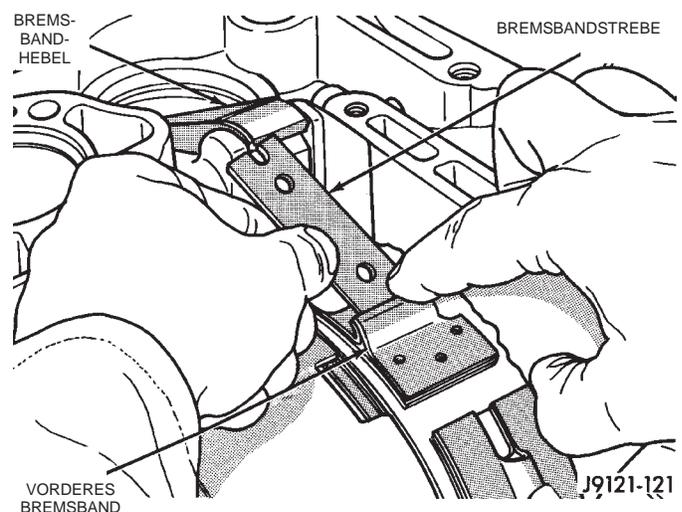

Abb. 74 Strebe/vorderes Bremsband
(17) Vorderes Bremsband zusammendrücken und Bremsbandstebre herausnehmen (Abb. 74).